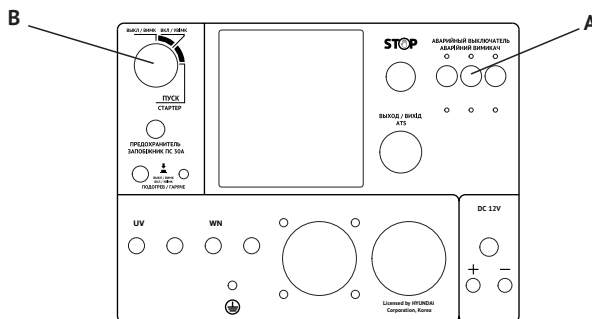

Рис. 5
- Установите автомат защиты (аварийный выключатель) в положение ВЫКЛ (Рис.5, А).
- Поверните ключ в положение ВЫКЛ (Рис.5, В).